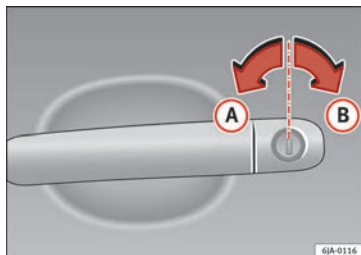

Fig. 122 Posiciones de la llave durante bloqueo y desbloqueo del vehículo.
- Gire con la llave en el bombín del lado del conductor en el sentido de marcha hasta su posición de apertura **A** » **fig. 122**.
- Gire con la llave en el bombín del lado del conductor contra el sentido de marcha hasta su posición de cerradura **B** » **fig. 122**.